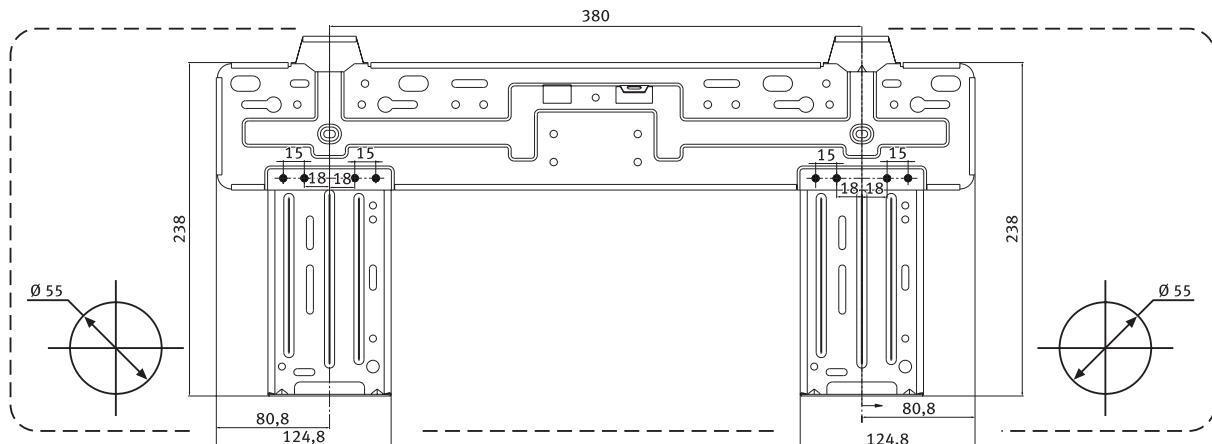

Rys. 9.5 Unikać nieprzyjemnych zapachów.
- Zainstalować rurę ze skroplinami w taki sposób, by jej wolny koniec trzymać z dala od nieprzyjemnych zapachów, by zapewnić iż te zapachy nie będą dostawać się do pomieszczenia (por. rys. 9.5).